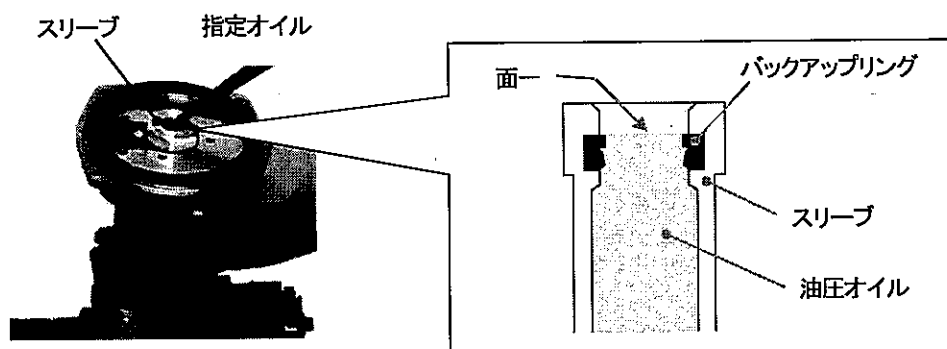

図7-20
- (5) スリーブ内に指定オイル(P.8 表5-1)を注入してください。油面がバックアップリング面になるまで注入してください。(図7-20)